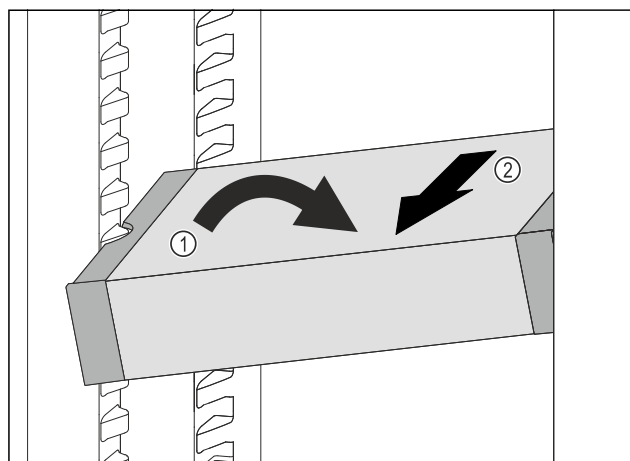

Fig. 93
- ▶ Stil VarioSafe på skrå ind i kølesektionen. Fig. 93 (1)
- ▶ Tag VarioSafe ud fremefter. Fig. 93 (2)